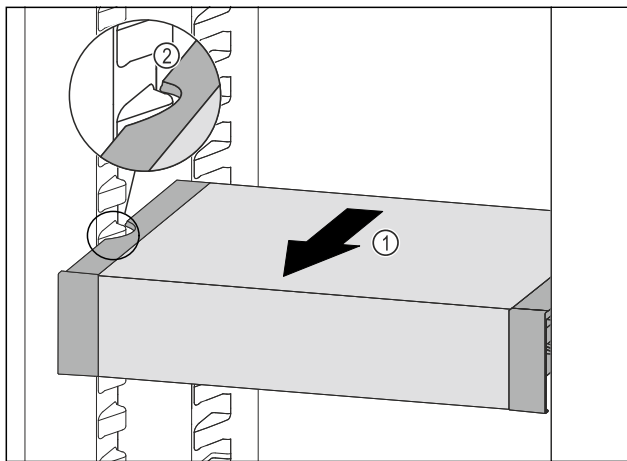

Fig. 72
- Tirare VarioSafe in avanti Fig. 72 (1) fino a quando le cavità laterali di VarioSafe non si trovano al livello della nervatura del contenitore nel vano frigorifero. Fig. 72 (2)